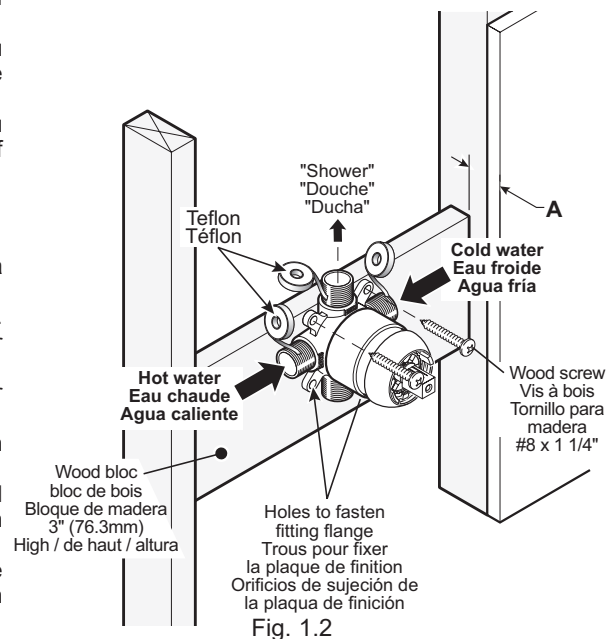

Fig. 1.2
- Apply 4 layers of teflon in the indicated areas (Fig. 1.2). Screw adaptor into the "Shower" outlet of mixer.
- Fasten mixer using two screws. (Fig. 1.2) Make sure center of mixer is at the same height as the center of the hole in the shower wall in relation to the floor.
- Connect water supply lines so hot water (left) and cold water (right) are properly connected in relation to the mixer body. (Fig. 1.2)
- Appliquez du téflon (4 tours) aux endroits indiqués (Fig. 1.2). Assemblez l'adaptateur à la sortie "Douche" du mélangeur.
- Fixez le mélangeur à l'aide de deux vis (Fig. 1.2). Assurez-vous que le centre du mélangeur est à la même hauteur que le centre du trou dans la paroi de la douche relativement au plancher.
- Branchez les tuyaux d'alimentation en eau de façon à ce que les raccords d'eau chaude (à gauche) et d'eau froide (à droite) correspondent à l'inscription en relief sur le mélangeur. (Fig. 1.2)
- Poner teflón (4 vueltas) en los lugares indicados (Fig. 1.2). Ensamblaje el adaptador a la salida "Ducha" del mezclador.
- Sujete el mezclador por medio los dos tornillos. (Fig. 1.2) Asegúrese de que el centro del mezclador se encuentre a la misma altura que el centro del orificio en la pared de la ducha en relación con el piso.
- Empalme los tubos de alimentación de agua de manera para que los racores de agua caliente (izquierda) y de agua fría (derecha) sean tales como indicado en relieve sobre el mezclador. (Fig. 1.2).